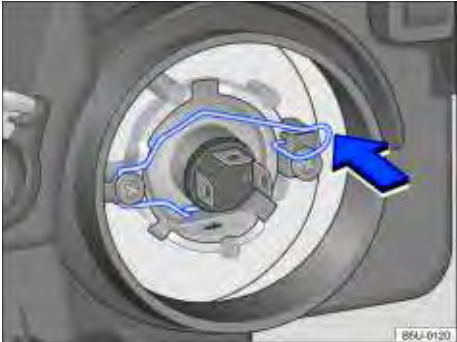

Fig. 171 Mola de travamento da lâmpada incandescente do farol baixo / alto.
5.	Comprimir a mola de travamento no sentido da seta ⇒ Fig. 171 e deslocá-la, para destravar a lâmpada.